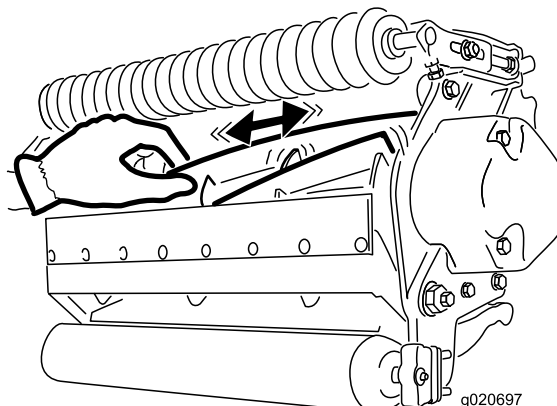

Bild 32
2. Halten Sie das Spindelmesser mit einem dicken Handrad oder einem Lappen fest und versuchen Sie, die Spindel von einer Seite zur anderen zu bewegen (Bild 32).